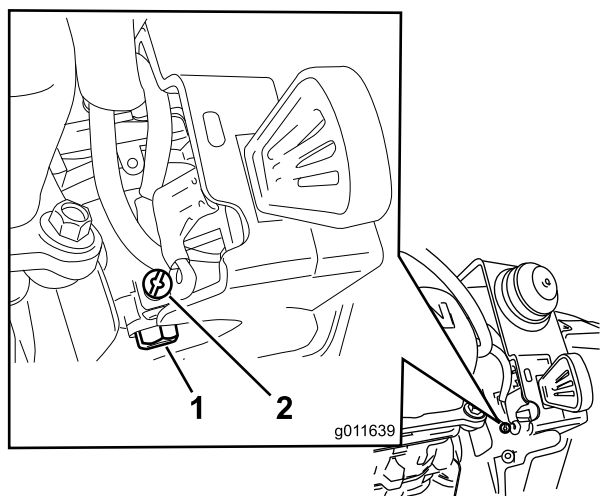

Рисунок 31
- А. Вывинчивайте, но не вынимайте, маленький винт на боковой стороне топливного стакана карбюратора (Рисунок 31) до тех пор, пока топливо не начнет вытекать из карбюратора. Храните топливо в штатной емкости.